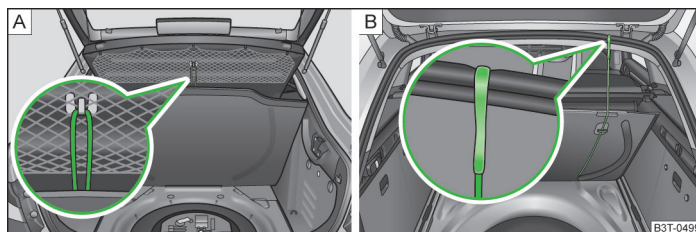

Fig. 84 Fijar el revestimiento del suelo: Superb / Superb Combi
- Superb: con el lazo en un gancho en la cubierta del maletero » fig. 84 - .
- Superb Combi: con el gancho en el borde de la tapa del maletero » fig. 84 - .